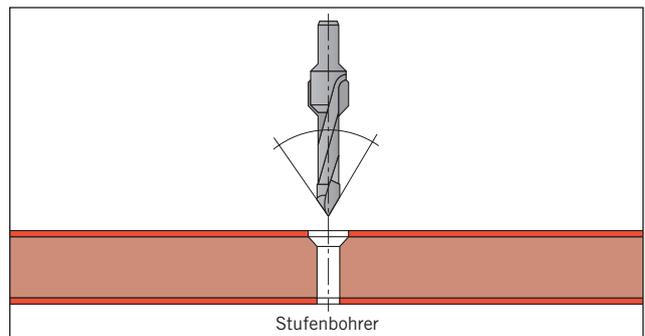

Bild 12
■ Zum Bohren von FUNDERMAX Schichtstoffplatten sind Bohrer für Kunststoffe am besten geeignet. Das sind **Spiralbohrer** mit einem Spitzenwinkel von  $\leq 90^\circ$  statt wie bei Metallbohrern  $120^\circ$ . Sie besitzen außerdem eine große Steigung mit großem Spanraum. Durch die steile Spitze sind diese Bohrer gut geeignet für das Bohren von durchgehenden Löchern. Sie schneiden sauber durch die Materialrückseite. Hartmetallbestückte Bohrer werden für FUNDERMAX Platten Bearbeitung angeboten. Für Bohrungen mit größerem Durchmesser z.B. für Bänder eignen sich **Beschlaglochbohrer** oder **Kombi-Bohrsysteme** von Bearbeitungszentren. Besonders bei FUNDERMAX Compactplatten oder für das Bohren durchgehender Löcher, sollten diese Bohrer an den Außenkanten abgefast sein und keine Zentrierspitze haben (siehe Bild 12).